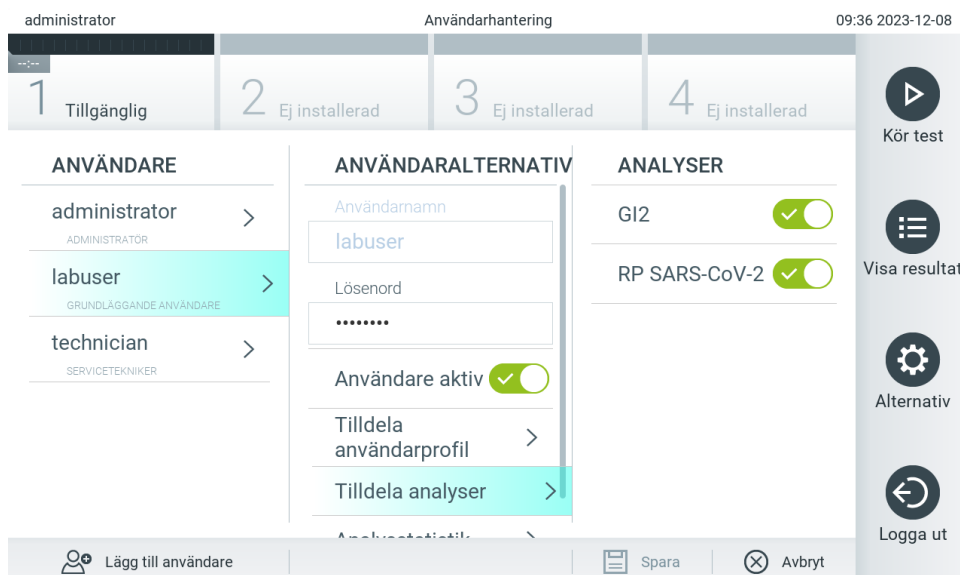

Bild 53. Tilldela analyser till användare.
- Assign Assays (Tilldela analyser): Låter dig definiera de analyser från analysdatabasen som användaren har behörighet att köra. Välj analyser från listan till höger i innehållsområdet (bild 53)